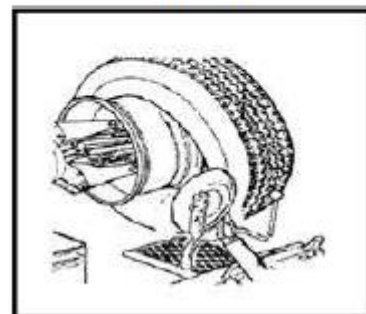

Рис. 12
- Переведите рукоятку инструментальной консоли к внутренней части шины, установите диск рядом с бортом, вращайте колесо против часовой стрелки, чтобы полностью снять внутренний борт шины с колеса (рис. 12).